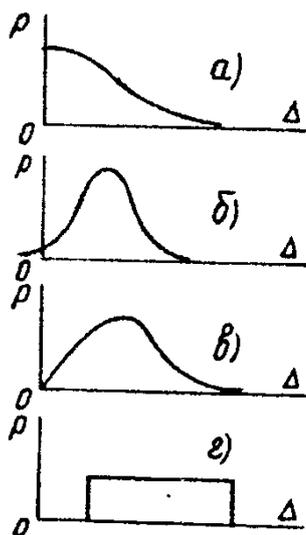

Рисунок 5
- а) распределение модуля разности (рисунок 5а);
- б) распределение Гаусса (нормальное распределение) (рисунок 5б);
- в) распределение Рэлея (рисунок 5в);
- г) распределение равной вероятности (рисунок 5г).